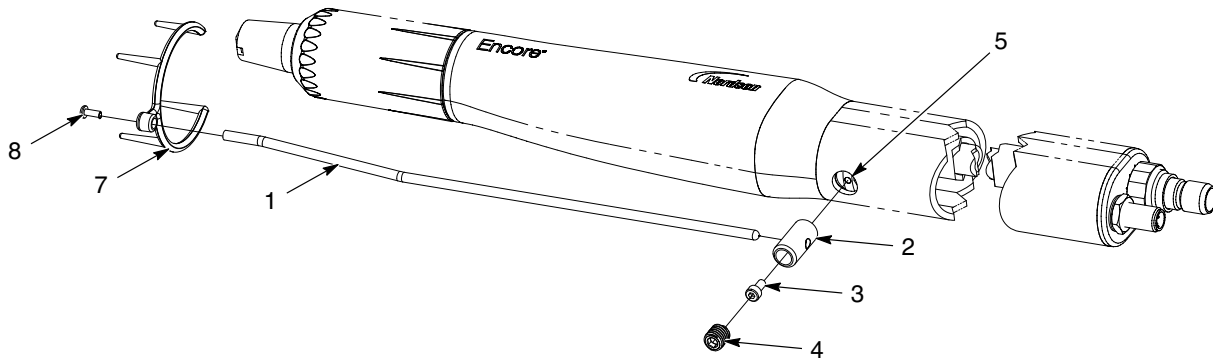

Figura 7 Instalación del colector de iones - Pistola de montaje en tubo
NOTA: Se debe instalar el agujero de montaje del colector en la parte delantera de la pistola según Figura 7. Si se ha instalado el agujero del colector de iones en la parte trasera, se debe invertir el tubo de montaje para permitir el acceso a la placa de puesta a tierra en el conjunto del cuerpo posterior (15). Llevar a cabo los pasos 1-7 del procedimiento de desmontaje de la pistola de montaje en tubo de la página 26 para extraer el tubo, después girarlo y volver a montar la pistola.
1. Retirar el tapón del agujero de montaje (5) si es aplicable.
2. Fijar el soporte (2) a la placa de puesta a tierra con el tornillo de cabeza hueca (3).
3. Insertar la varilla del colector (1) en el soporte y asegurarla con el tornillo de ajuste M10 x 10 de nailon (4).
4. Fijar la punta multipunto (7) a la varilla del colector utilizando el tornillo M3 x 8 (8).